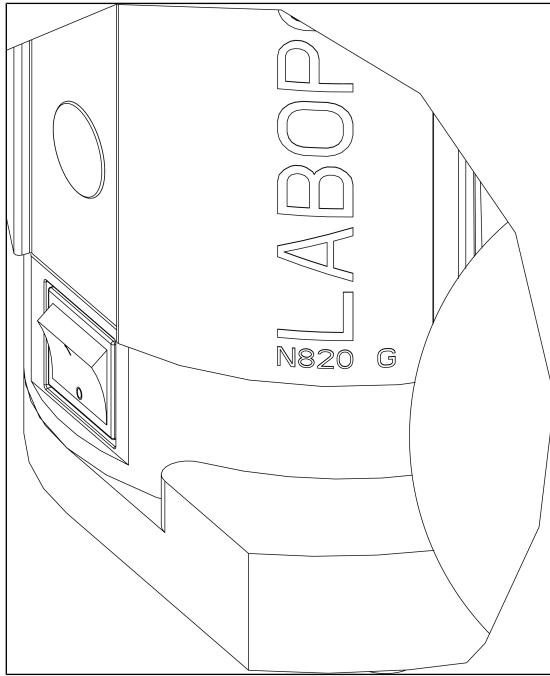

Fig.7: Attivazione e disattivazione del sistema per vuoto con l'interruttore di alimentazione
- Attivare il sistema per vuoto con l'interruttore di alimentazione (vedere Fig. 7).